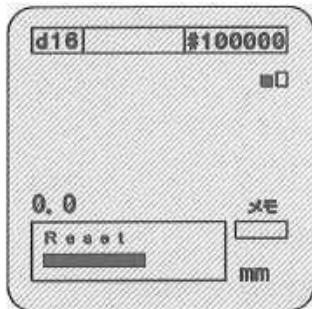

図2
- 続いて図2が表示され、自動的にプローブがキャリブレーション（ゼロリセット）を開始します。